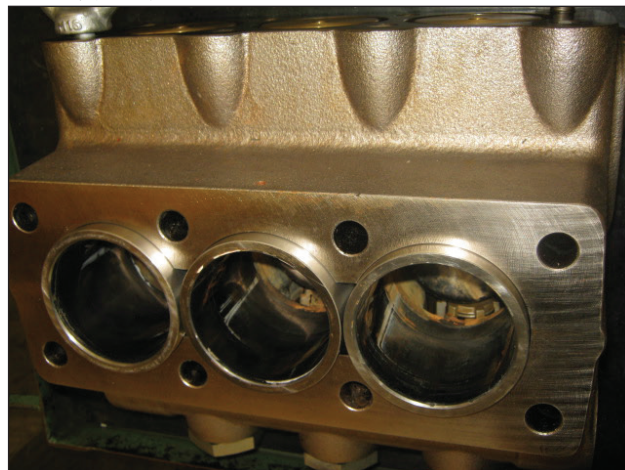
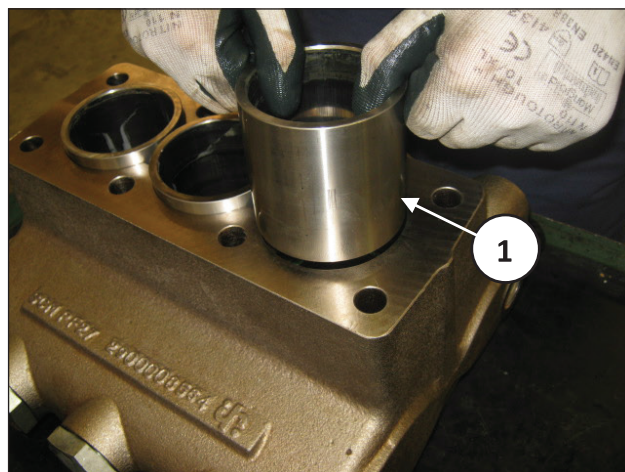
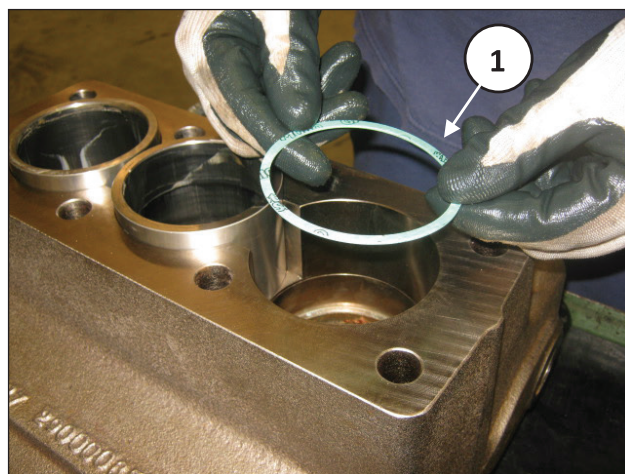

图 136
图 137
图 138
把泵头从泵浦曲轴箱上分离开来(图 136)并借助于一把可调的钳子来抽出衬套(位置①，图 137)及其相应的密封圈(位置①，图 138)。